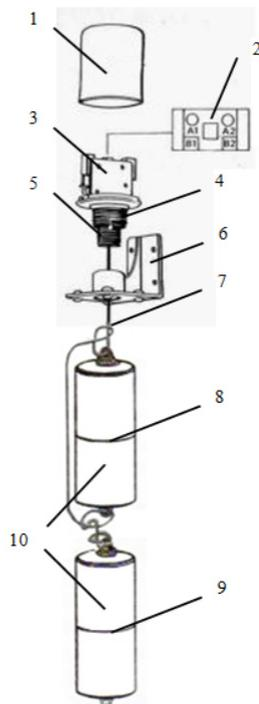

Рисунок 1 – Прибор
1.2. Установите на подвесной веревке 2 поплавка, как показано на рис. 1.